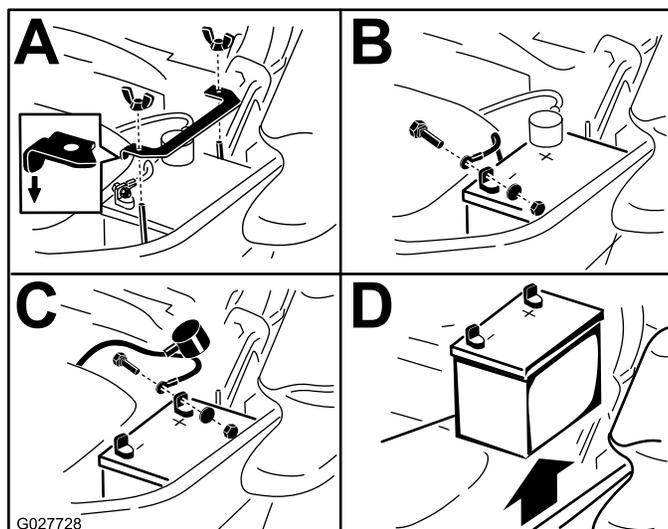

Рисунок 70
3. Снимите аккумулятор, как показано на Рисунок 70.
Примечание: Установите аккумулятор в лоток так, чтобы клеммные штыри были расположены на противоположной стороне относительно гидравлического бака (Рисунок 70).